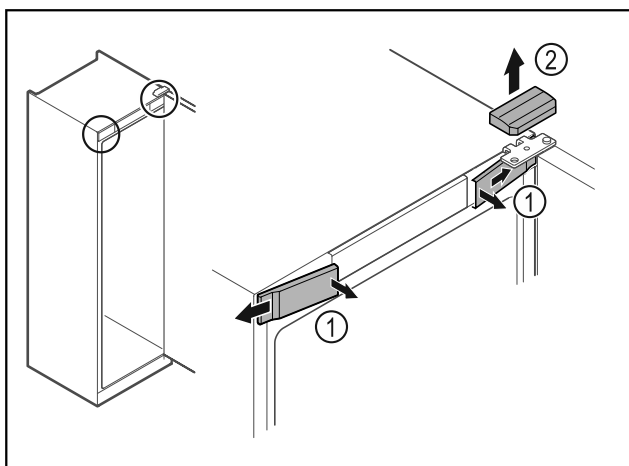

Fig. 8*
- ▶ Uvolněte uvnitř přední kryty Fig. 8 (1) a sejměte je stranou.*
- ▶ Horní kryt Fig. 8 (2) odeberte směrem nahoru.*